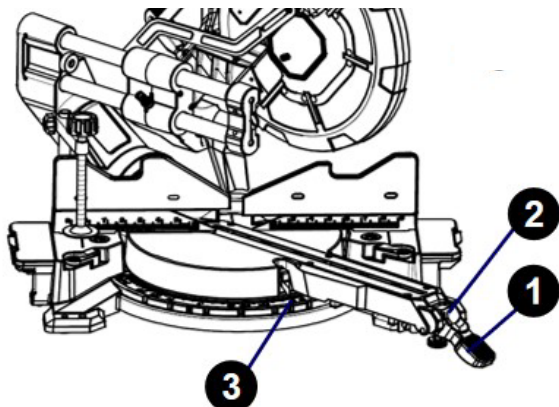

Abb. 12: Gehrungswinkel einstellen
Schritt 1: Um einen Gehrungsschnitt durchzuführen, entriegeln Sie den Tisch, indem Sie den Gehrungsfeststellgriff (Pos. 1, Abb. 12) anheben.
Schritt 2: Drücken Sie den Gehrungs-Verriegelungsknopf (Pos. 2, Abb. 12) und drehen Sie den Tisch mit dem Gehrungsgriff nach rechts oder links.
Schritt 3: Wenn sich der Tisch in der gewünschten Position befindet, die auf der Gehrungsskala (Pos. 3, Abb. 12) angezeigt wird, drücken Sie den Verriegelungsgriff nach unten, um den Sägetisch zu arretieren. Der Tisch ist nun im gewünschten Winkel arretiert.